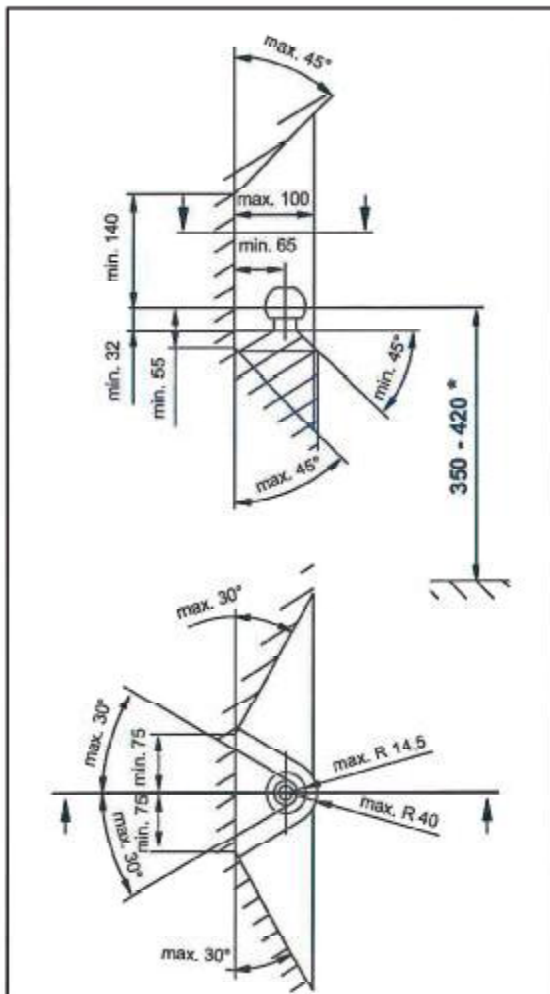

Abbildung 30
- D** Der Freiraum nach Anhang VII, Abbildung 30 der Richtlinie 94/20/EG ist zu gewährleisten.
- DK** Frirummet skal overholdes iht. bilag VII, fig. 30 i direktiv 94/20/EF.
- E** Debe garantizarse el espacio libre, conforme al anexo VII, imagen 30 de la directiva comunitaria 94/20/CE.
- NL** De tussenruimte volgens aanhangsel VII, afbeelding 30 van de richtlijn 94/20/EG moet in acht worden genomen.
- PL** Zagwarantować swobodną przestrzeń zgodnie z załącznikiem VII, rysunek 30 dyrektywy 94/20/CE.
- S** Glappet enligt bilaga VII, bild 30 i direktiv 94/20/EG ska garanteras.